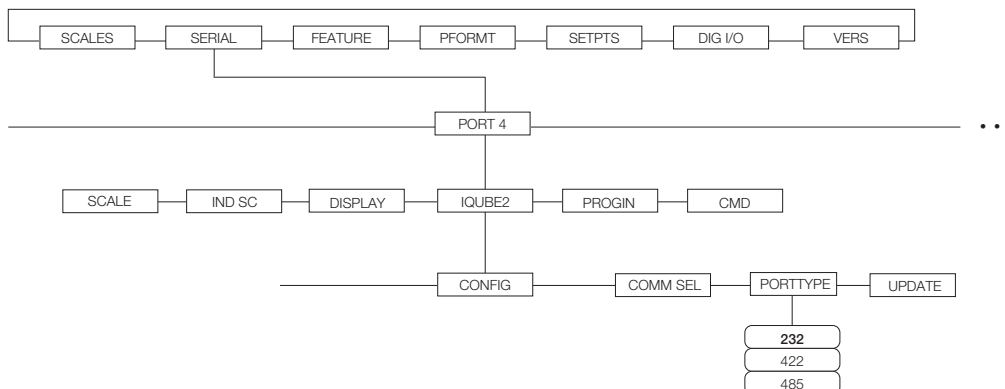

Figura 2. Parámetro PORTTYPE
5. Cambie el parámetro PORTTYPE a 422 (ver Figura 2).